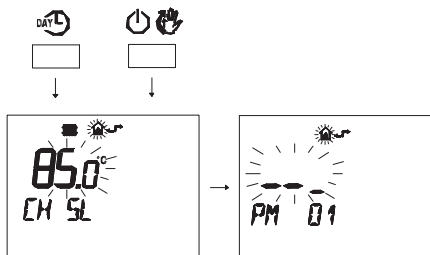

Figura 5.54
- Premere contemporaneamente i pulsanti  e  per entrare nella programmazione trasparente (Figura 5.54).